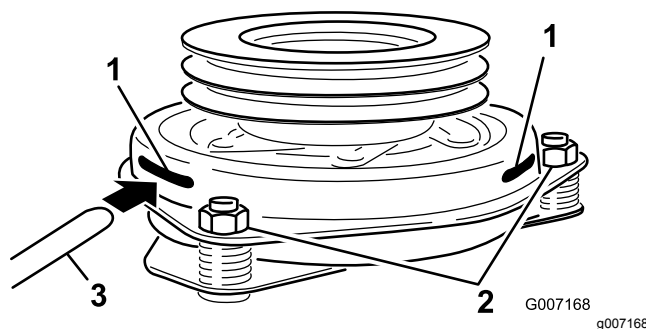

Figura 67
9. Introduzca una galga de 0.381 a 0.533 mm (0.015" a 0.021") por una de las ranuras de inspección en el lateral del conjunto (Figura 67).
10. Apriete las contratuercas hasta fijar ligeramente la galga pero dejando que ésta se pueda mover con facilidad en la separación (Figura 67).